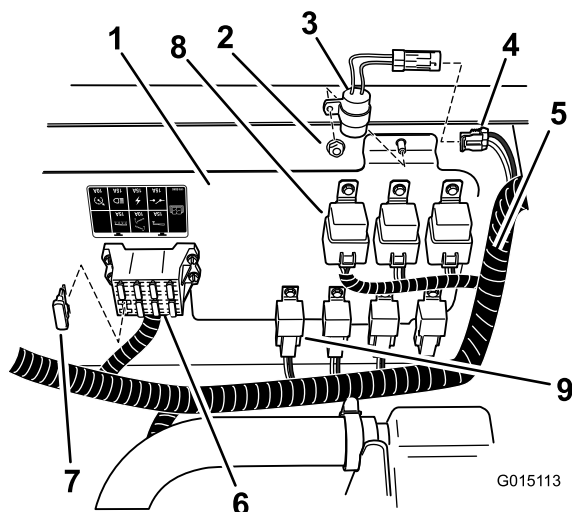

图26
- 从散装零件中找到延时计时器，并用锁紧螺母将它安装在（图26）所示的位置。
- 在主电线束中找到标有“Delay Timer”（延时计时器）的接头。通过此接头将计时器连接到主电线束（图26）。
- 如（图26）所示在保险丝模块的空槽中安上 40 安保险丝。如果槽中已有较低电流强度的保险丝，请拆下并换成 40 安的保险丝。